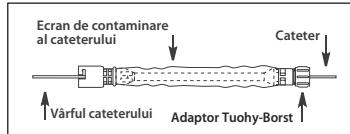

Figura 1
- a. Dacă se utilizează un ecran anticontaminare pentru cateter cu adaptor Tuohy-Borst, introduceți vârful cateterului dorit prin capătul cu adaptor Tuohy-Borst al ecranului anticontaminare al cateterului. Avansați cateterul prin tubularură și ambou la capătul celalalt (consultați Figura 1).